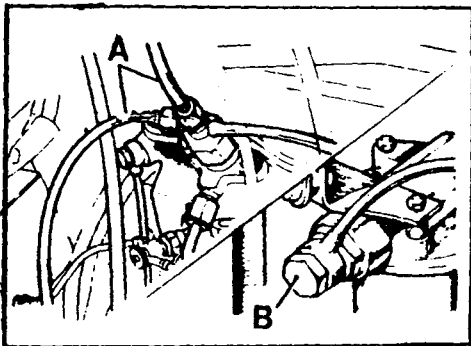

Fig. A1-6 Desmontaje de las tuberías de retorno y entrada de combustible a la bomba inyectora
a) Los racores de las tuberías de sobrante, A (Fig. A1-6) y el racord, B, de entrada de combustible a la bomba inyectora.